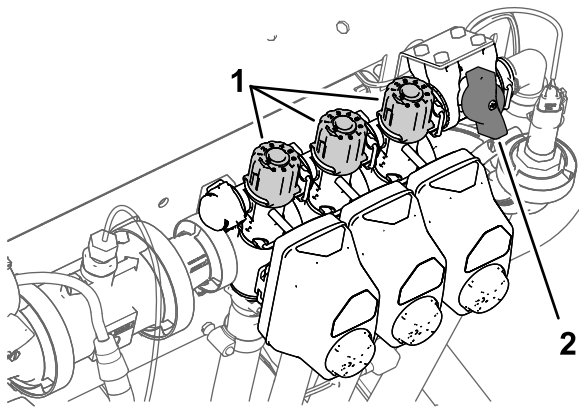

Рисунок 39
9. Выключите переключатель левой секции и отрегулируйте ручку перепуска левой секции (Рисунок 39) так, чтобы установить отображенную на дисплее норму внесения на прежний уровень в соответствии с таблицей.
11. Отрегулируйте ручку перепуска правой секции (Рисунок 39) так, чтобы установить отображенную на дисплее норму внесения на прежний уровень в соответствии с таблицей.
13. Отрегулируйте ручку перепуска средней секции (Рисунок 39) так, чтобы установить отображенную на дисплее норму внесения на прежний уровень в соответствии с таблицей.